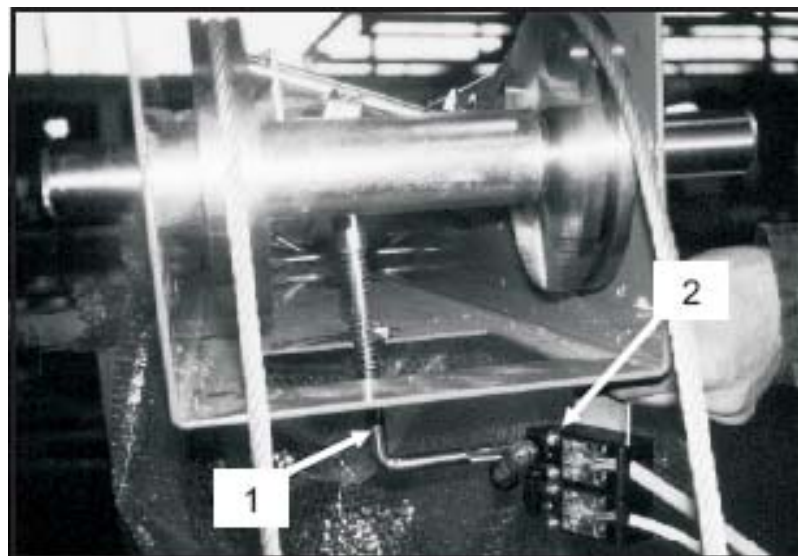

**Рисунок 16.**
- Клапан максимального давления (1, Рисунок 16), который расположенный на гидравлическом блоке, включится, если подъем перегружен.